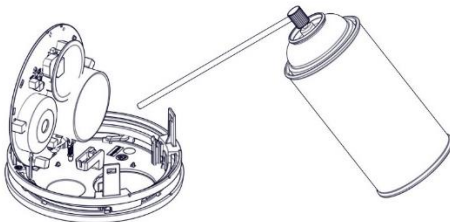

Figura 16
5. Use um espanador de ar comprimido para limpar resíduos, poeira e sujeira que se acumulam principalmente ao redor da câmara de fumo (ver Figura 16).